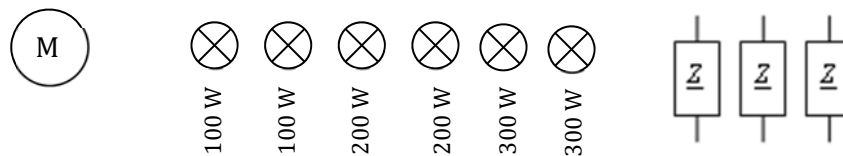

Figure 1 : Installation triphasée
- 6 lampes 230 V dont les puissances sont indiquées sur la Figure 1,
Q1.1 Représenter le principe de raccordement de tous les récepteurs pour obtenir une installation triphasée équilibrée (réponse sur la Figure 1).